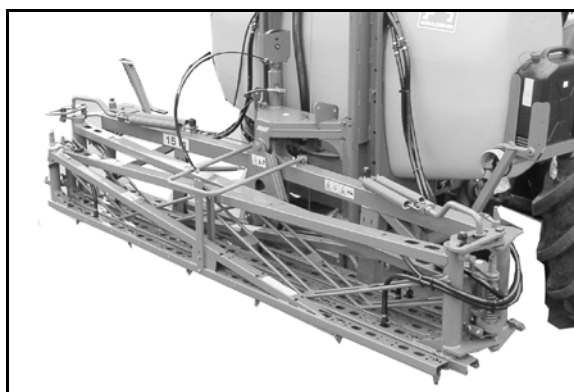

Bild 80
4. Se till att transportsäkringen går i lås ordentligt efter hopfällning (Bild 80).